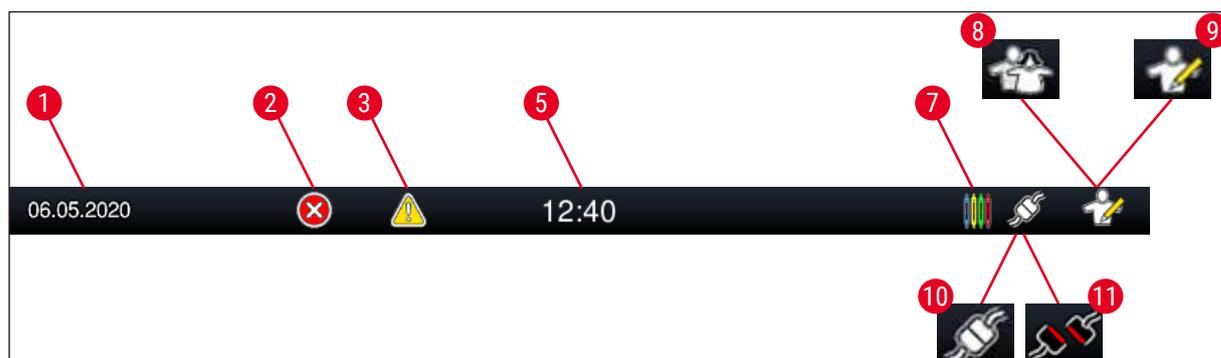

図 16
4. 現在のユーザーのステータスを示すアイコンが画面の右上、ステータスバー (→「図16」) に表示されます。